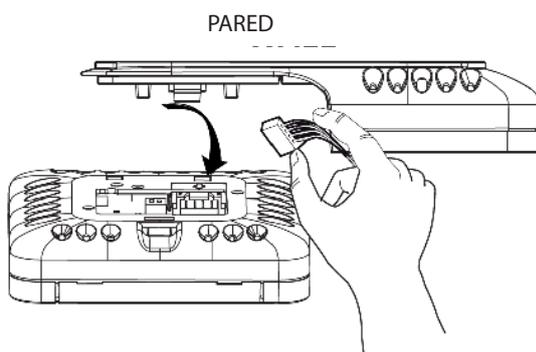

Fig. 8
7. vuelva a enchufar el conector de 4 clavijas (Fig. 8).